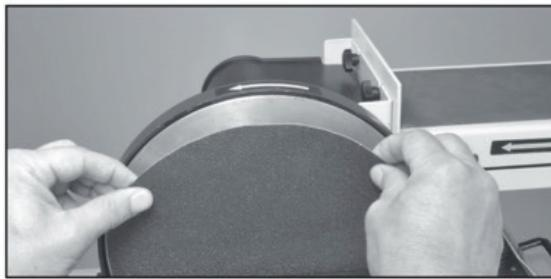

Рис. 1.
2. Выровняйте наждачную бумагу по центру диска, затем плотно прижмите ее на место (рис. 1).